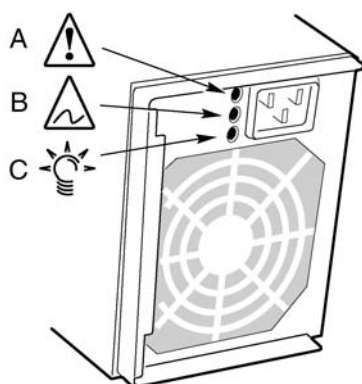

Figura 44 - LED di stato dell'alimentazione
- 5 Far scorrere la batteria nella direzione mostrata nella Figura 44 fino a rimuoverla.